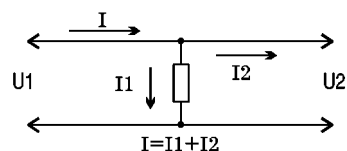

рис. 2
1. Сумма токов, втекающих в точку, равна сумме токов, вытекающих из нее (сохранение зарядов). Иногда это правило называют законом Кирхгофа. Такую точку называют узлом (**рис.2**). Из этого